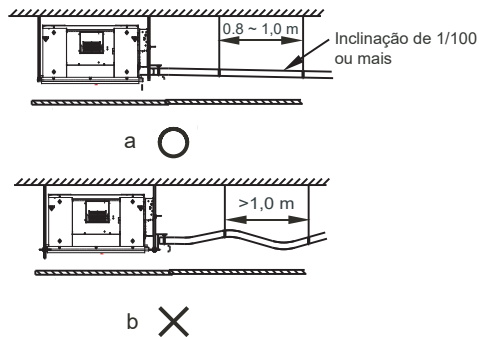

Figura 18
4. A fim de evitar o refluxo de água para o interior do ar-condicionado quando a operação for interrompida, o tubo de descarga de água deve ficar inclinado para baixo em direção à parte externa (lado de drenagem) com uma inclinação de mais de 1/100. Certifique-se de que o tubo de descarga de água não dilate nem acumule água, caso contrário, ocorrem ruídos estranhos. Consulte a Figura 18.
5. Ao conectar a tubulação de descarga de água, não aplique força quando puxar os tubos para evitar que as conexões do tubo de sucção de água se soltem. Ao mesmo tempo, defina um ponto de apoio a cada 0,8 a 1 m para evitar que os tubos de descarga de água flexionem. Consulte a Figura 18.